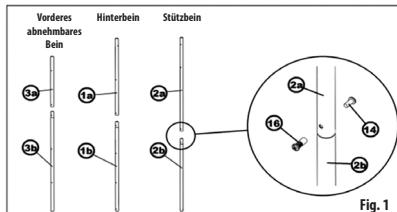

Fig. 1
Förbereda delade stödben, ben med avsmalnande del utgör alltid den nedre benet. Rikta den avsmalnande delen alltid uppåt (Fig. 1). Skruva fast stödbenet (2a+2b) med dekorskruven (14) och römmuttern (16), fästena på de övriga stödbenarna kommer att döljas under fotsteg (7).